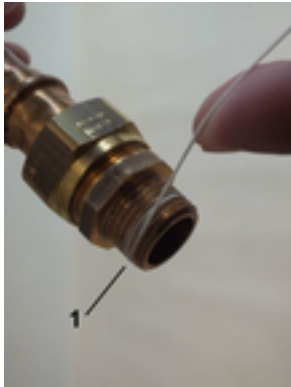

Abb. 9: Dichtfaden aufbringen
2. ➤ Dichtfaden (Abb. 9/1) in Gewinderichtung auf das aufgeraute Gewinde aufbringen, dabei Mengenangaben des Dichtmittel-Herstellers beachten